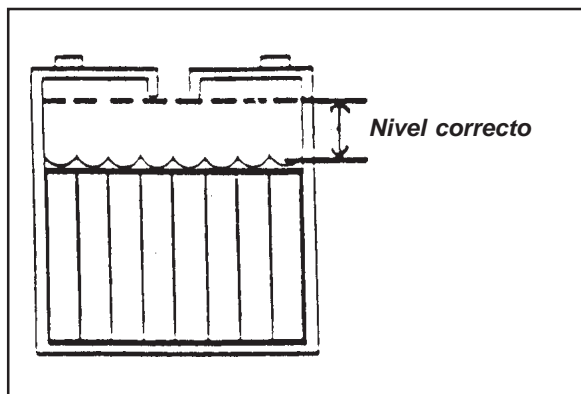

Figura 14
1. Mantenga un nivel de ácido correcto. El nivel de llenado adecuado se sitúa aproximadamente a 5 mm (1/4 pulg.) de distancia de la parte inferior del tapón de cada célula y encima de la parte superior de las placas. Compruebe el nivel del ácido cada vez que carga las baterías. Véase figura 14.